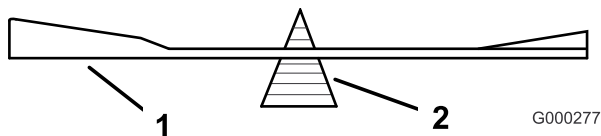
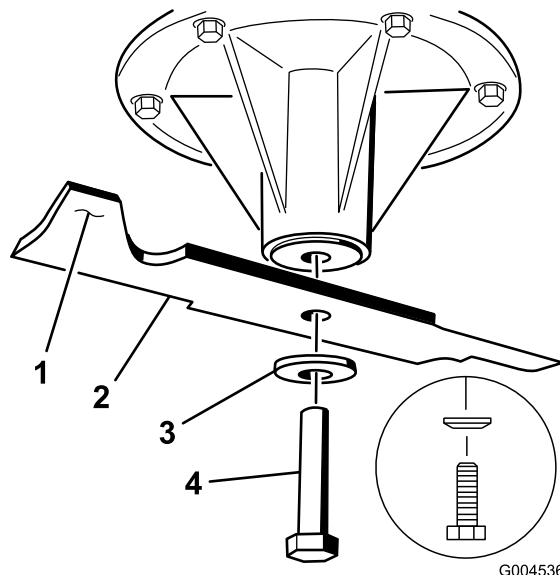

Bild 95
Bild 96
2. Überprüfen Sie die Auswuchtung des Schnittmessers auf einer Ausgleichsmaschine (Bild 95). Wenn das Schnittmesser in seiner horizontalen Position bleibt, ist es ausgewuchtet und kann wiederverwendet werden. Feilen Sie, wenn das Schnittmesser nicht ausgewuchtet ist, vom Flügelbereich des Messers etwas Metall ab (Bild 96). Wiederholen Sie diesen Vorgang, bis das Messer ausgewuchtet ist.
Hinweis: Stellen Sie sicher, dass der Konus der Wellenscheibe in der Richtung des Schraubenkopfs befestigt ist (Bild 96).
2. Befestigen Sie das rechte Messer, die Wellenscheibe und die Messerschraube (Schraube mit Linksgewinde) an der Spindel (Bild 97 und Bild 96).
1. Befestigen Sie die linke und mittlere Messerschraube, die Wellenscheibe und die Messerschrauben an den Spindelwellen (Bild 97 und Bild 96).